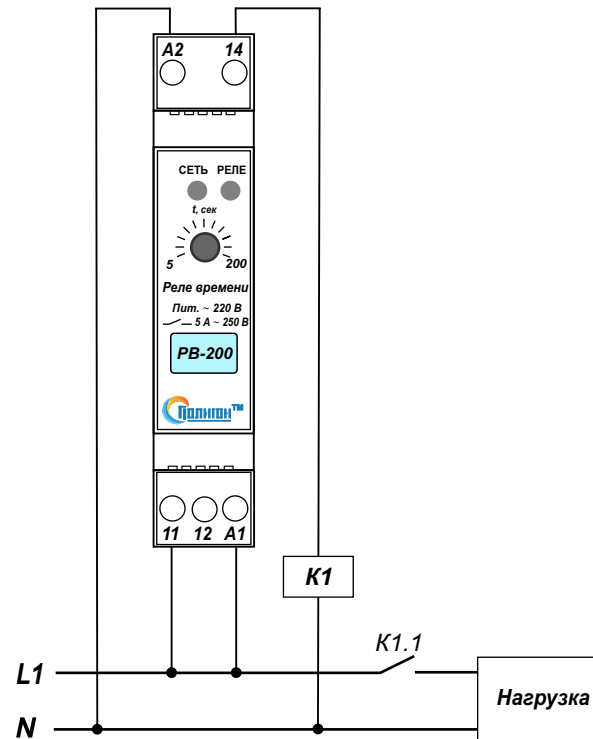

Рис.1. Типовая схема подключения реле РВ-200.
4.3. Произвести подключение входной контролируемой сети, цепей управления и сигнализации согласно маркировке (Рис.1.): А1, А2 — питание; 11 — переключающий контакт реле; 14 — нормально разомкнутый контакт